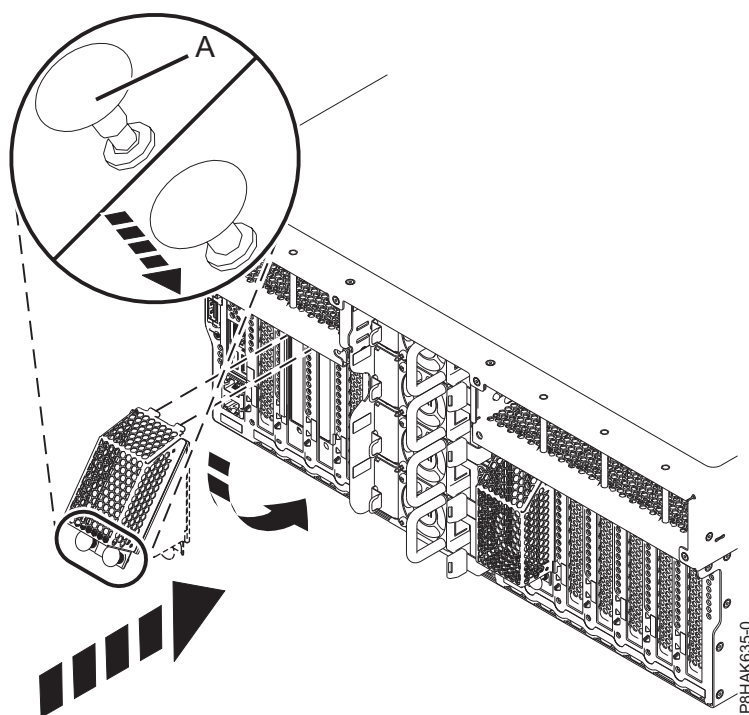

Figura 10. Ligar a blindagem protectora ao adaptador GPU
- a. Se o botão de bloqueio (A) ainda não estiver na posição de aberto, puxe o botão de bloqueio (A) para a posição de aberto. Consulte Figura 10.
- c. Pressione o botão de bloqueio (A) na direcção apresentada na Figura 10 para fixar a blindagem no sítio.